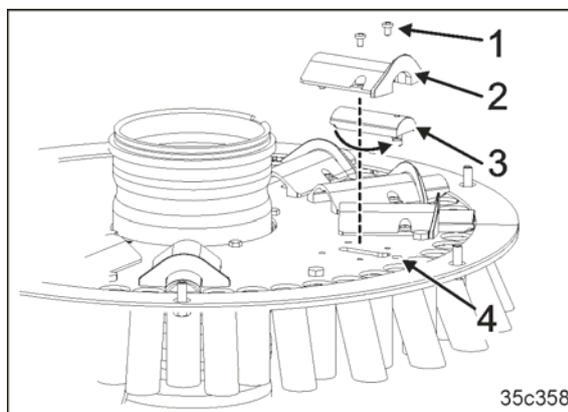

Fig. 212
10. Desserrez les vis (Fig. 212/1).
11. Déposez le tunnel de clapet (Fig. 212/2).
12. Le clapet (Fig. 212/3) s'engage dans le guidage.
13. Tournez le clapet (Fig. 212/3) et positionnez-le dans l'alésage (Fig. 212/4).
14. Revissez le tunnel de clapet (Fig. 212/2) sur le disque de base.